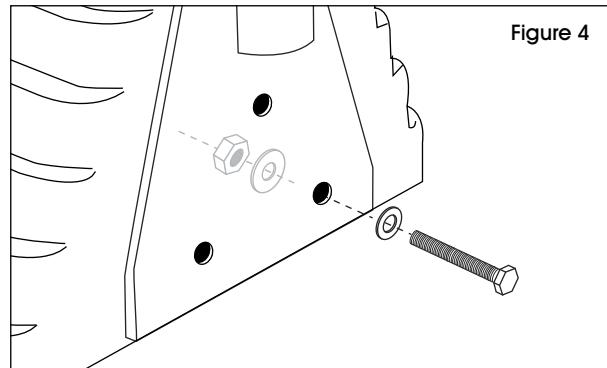

Figure 4
4. Align triangle base of handle with holes in wheel chock. Position one small washer over a hole and insert one large bolt through the washer, handle and wheel chock. Secure bolt with one large washer and one nut inside chock. Repeat for two remaining holes. (See Figure 4)
4. Alignez la base triangulaire de la poignée sur les trous de la cale à roues. Placez une petite rondelle sur un trou et insérez un grand boulon à travers la rondelle, la poignée et la cale à roues. Fixez le boulon avec une grande rondelle et un écrou à l'intérieur de la cale. Répétez l'opération pour les deux autres trous. (Voir Figure 4)